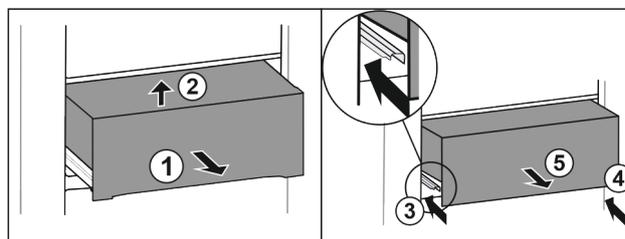

Fig. 30
- ▶ Estrarre il cassetto a metà Fig. 30 (1).
- ▶ Sollevare dal lato anteriore Fig. 30 (2).
- ▶ Inserire la guida a sinistra Fig. 30 (3).
- ▶ Inserire la guida a destra Fig. 30 (4).
- ▶ Rimuove il cassetto tirandolo in avanti Fig. 30 (5).